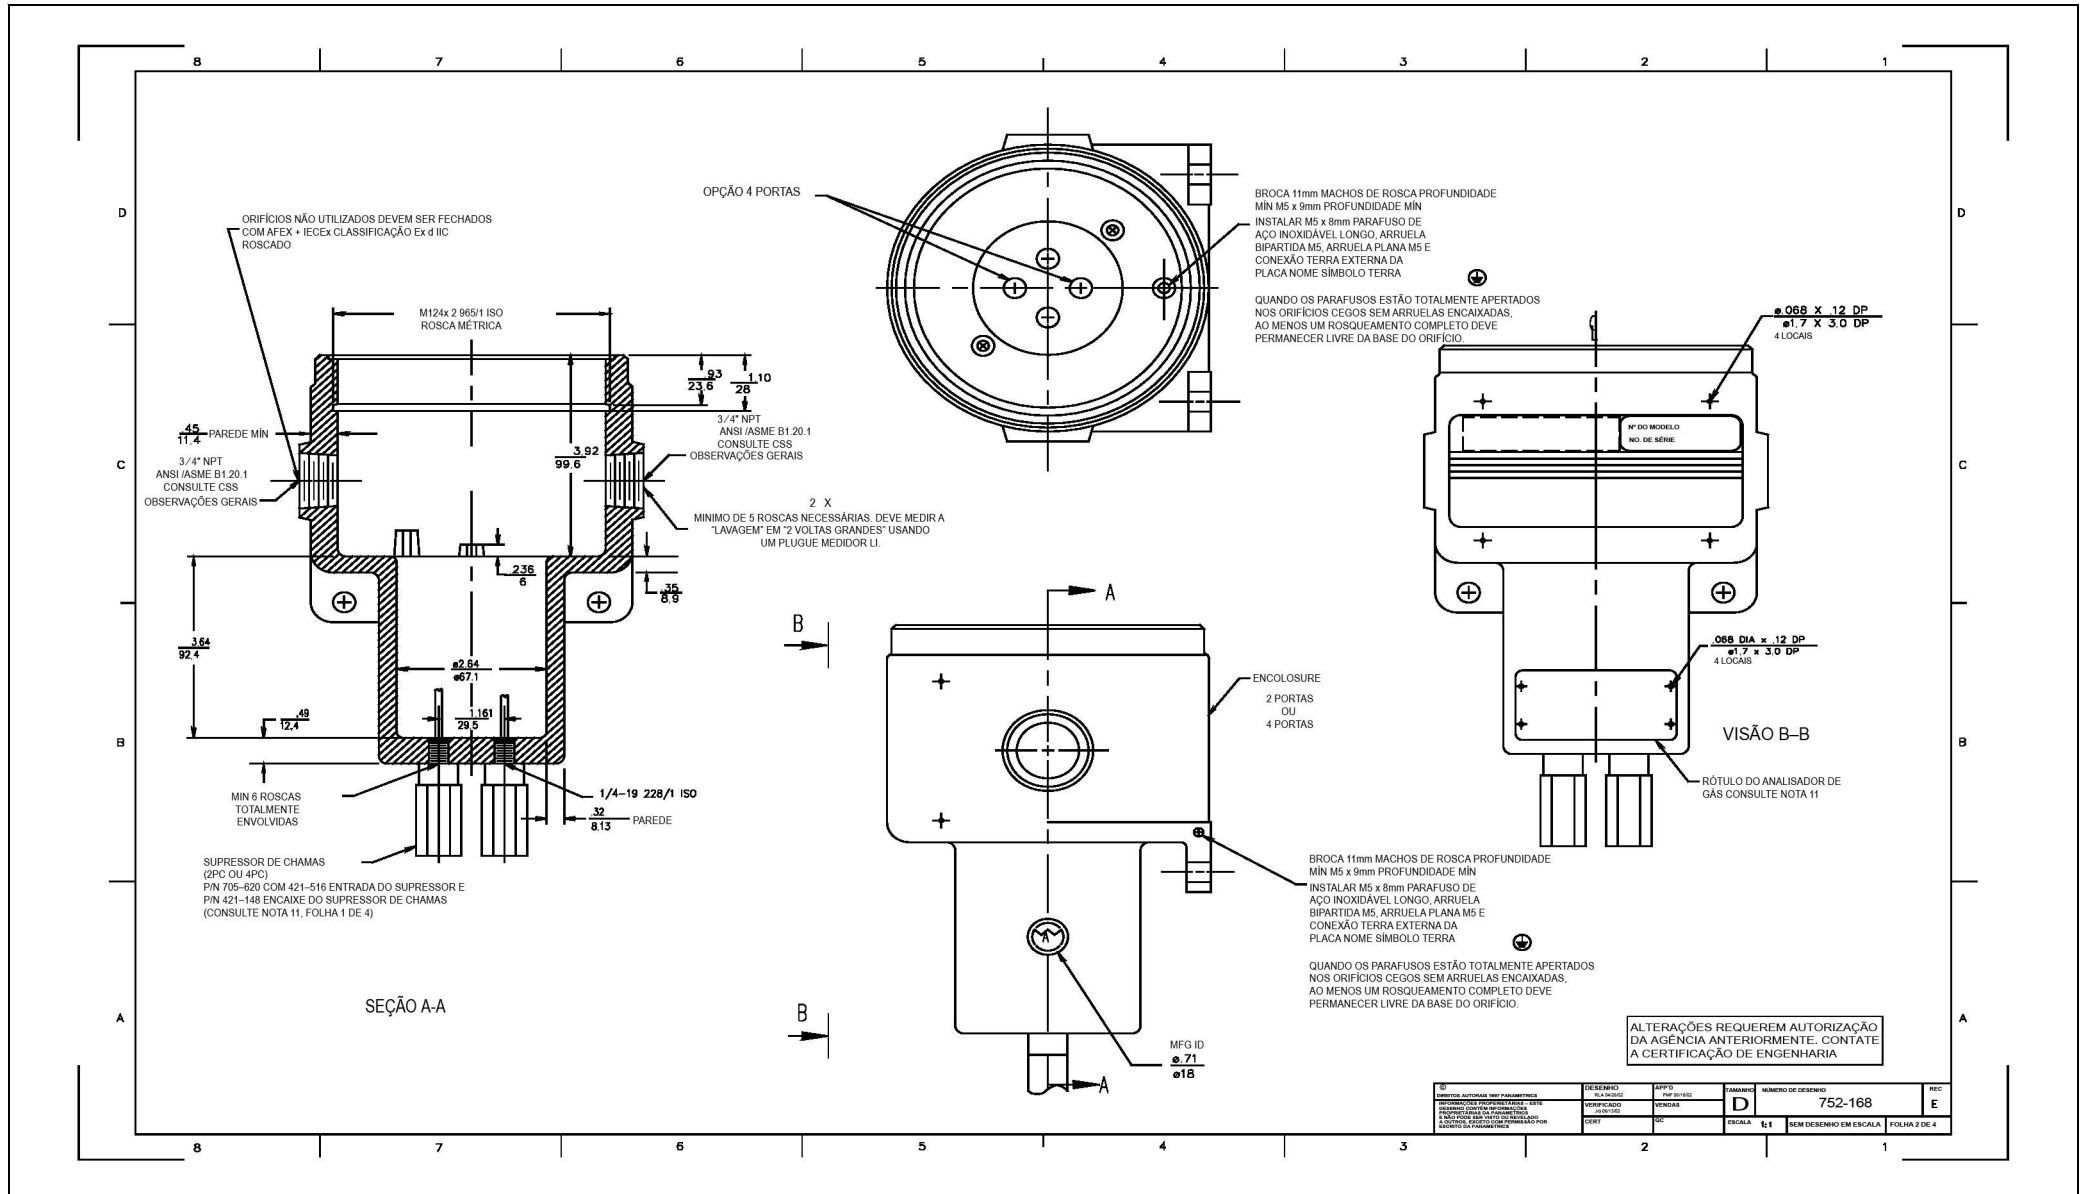

Figura 62: Desenho da Certificação (ref. #752-168, Rev. E, SH2)
- Figura 62, "Desenho da Certificação (ref. #752-168, Rev. E, SH2)," na página 70